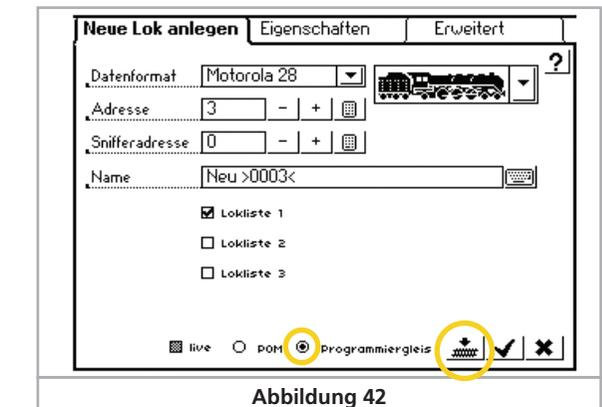

Abbildung 42
- Wählen Sie die Programmiergleisoption aus (Abb. 42).